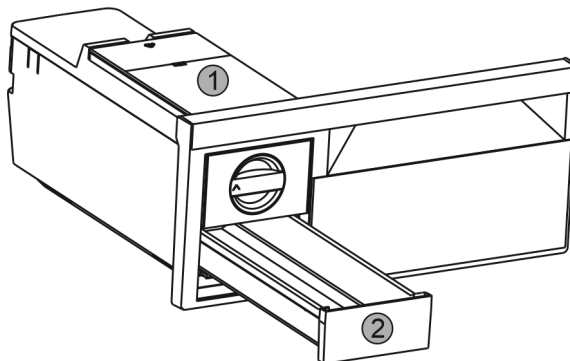

Fig. 35
- ▶ Odoberte nádržku na vodu Fig. 35 (1) a zásuvku na kocky ľadu Fig. 35 (2).